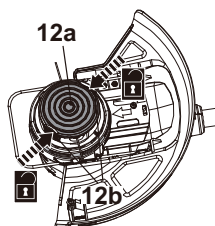

Fig. 22
2. Mantenga firme el cabezal de corte (12) con una mano. Pulse los pasadores de liberación (12b) en ambos lados, luego levante la tapa (12a) y retírela (Fig. 22).